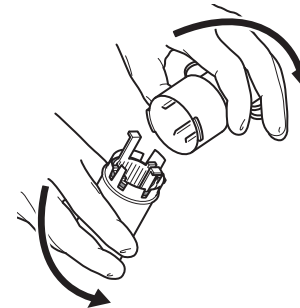

Figure 9 Retirer le couvercle du collecteur
1. Retirer le couvercle du collecteur après la procédure chirurgicale (Figure 9).